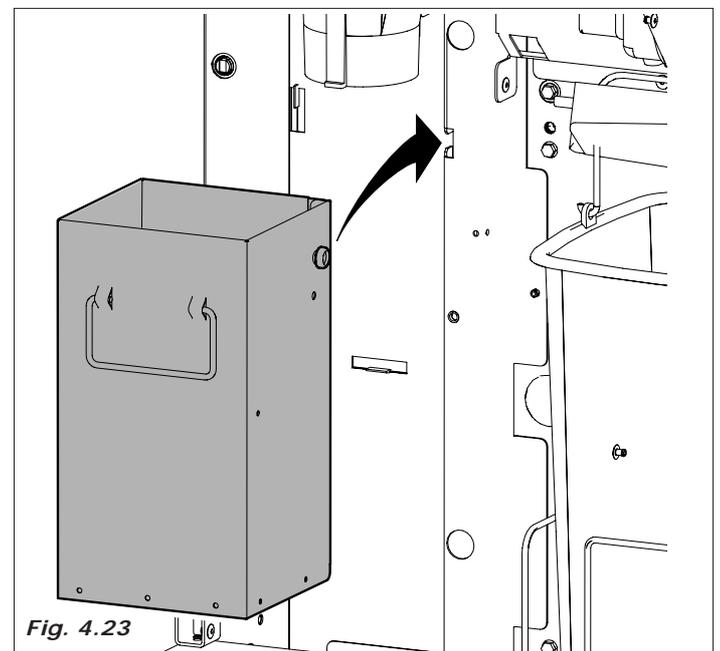

Fig. 4.23
- colocar el monedero (Fig. 4.23).